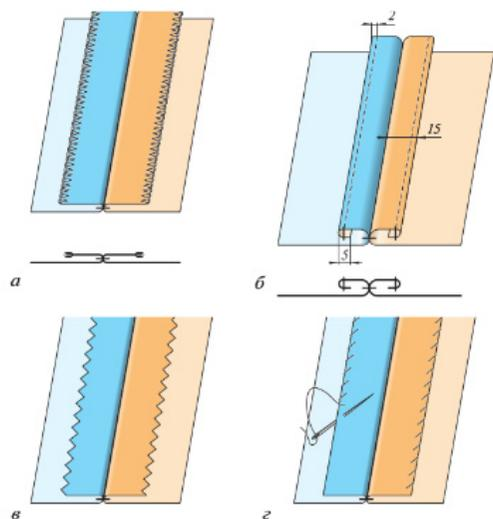

Рис. 6.77. Обработка срезов стачных швов:
- на специальной краёобмёточной машине «оверлок» или на швейной машине швом «зигзаг» (рис. 6.77, а);
- швом вподгибку с открытым срезом (рис. 6.77, б);
- ножницами «зигзаг» (рис. 6.77, в);
- ручными стежками (рис. 6.77, г).